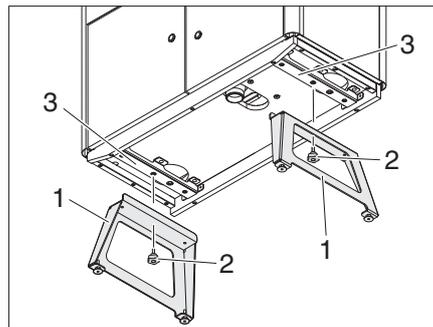

Bild 60 Stellfüße montieren
- Stellfuß an Querstrebe (Bild 60,3) mit Hilfe der Positionierstifte fixieren.
- Stellfuß (Bild 60,1) mit Sternschraube (Bild 60,2) befestigen.